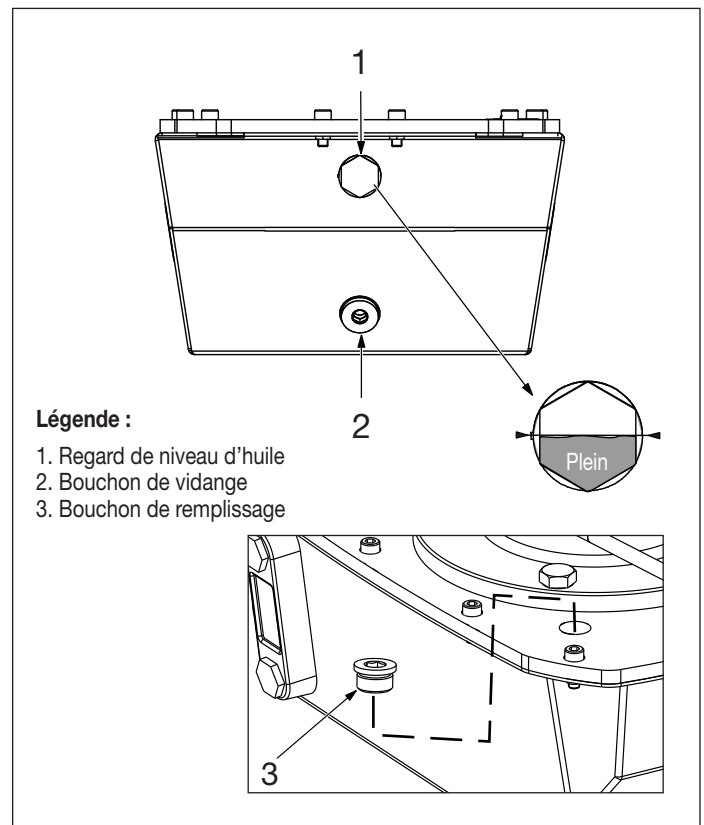

Figure 10 : réservoir hydraulique
5. Vérifiez visuellement le niveau d'huile à l'aide du regard du réservoir hydraulique. Le réservoir est PLEIN lorsque le niveau d'huile est à peu près à la moitié du regard. Reportez-vous à la figure 10.
Les extracteurs de rail de plus grande taille peuvent nécessiter que le réservoir soit plein, comme indiqué dans la section 9.4 (et sur la figure 10).
6. Retirez le bouchon de remplissage d'huile de la plaque supérieure. Reportez-vous à la figure 10.
7. Remplissez lentement le réservoir avec de l'huile neuve jusqu'à ce que le niveau soit à peu près à mi-chemin entre le haut et le bas du regard du réservoir hydraulique, comme indiqué sur la figure 10. Reportez-vous à la section 9.2 pour connaître les exigences à respecter concernant l'huile.
Pour vidanger et remplir correctement le réservoir, changez l'huile comme indiqué dans les étapes suivantes. Reportez-vous à la figure 10.